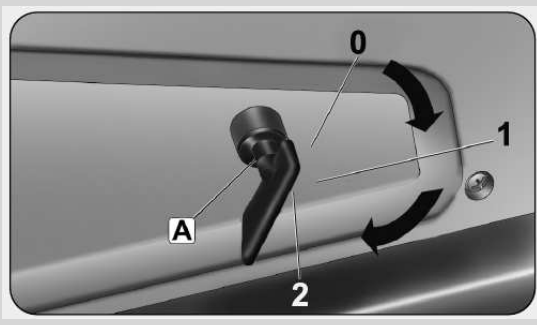

fig. 12
**Batteriströmbrytare fig. 12**